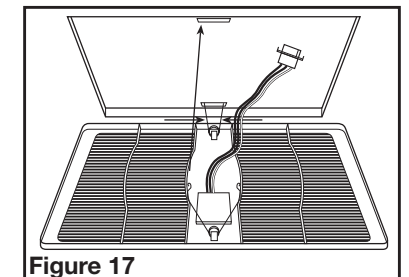

Figure 17
- MOTION SENSING MODELS:** Install the grill by squeezing the spring furthest from the motion sensor together and installing it up into the slot furthest from the wire compartment on the fan's housing. Attach the 4 pin quick connect from the motion sensor to the 4 pin connector on the top of the wire cover. This cord will only fit one way into the receptacle. Install the other spring in place and push the grill up into position (**Figure 17**).
5b. MODÈLES DÉTECTION DE MOUVEMENT: Installez la grille en pressant le ressort le plus loin possible du détecteur de mouvement et installez-le dans la fente la plus éloignée du compartiment de fil sur le logement du ventilateur. Attachez le câble à connexion rapide de 4 broches de la grille au connecteur de 4 broches sur le dessus du couvercle du compartiment de câblage. Ce cordon ne s'adapte que d'une seule façon dans le connecteur. Installez l'autre ressort en place et poussez la grille en position (**Figure 17**).